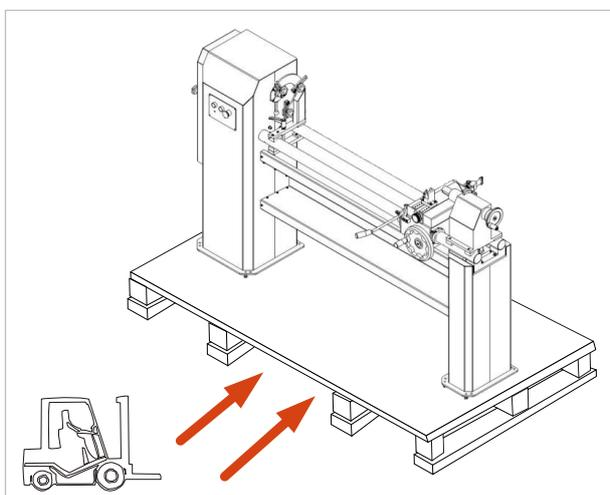

Abbildung 5: Abladen mit Stapler
- Mit den Gabeln des Gabelstaplers mittig zwischen die Palettenhölzer fahren und die Gabel dabei so zuführen, wie es in ⇨ Abbildung 5 veranschaulicht ist.